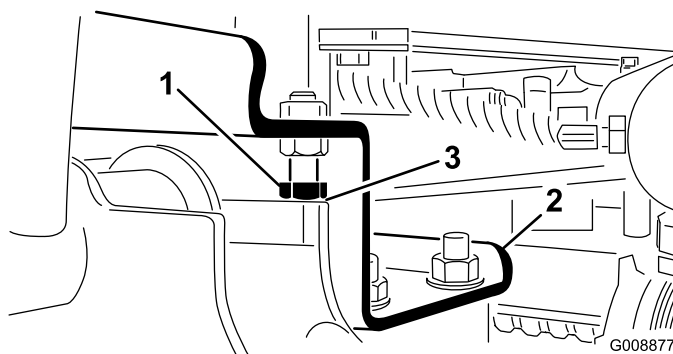

Рисунок 26
- Ослабьте затяжку фиксирующих болтов и отрегулируйте цилиндр, чтобы получить нужный зазор (Рисунок 26).
2. Проверьте, чтобы зазор между каждым подъемным рычагом и фиксирующим болтом составлял от 0,13 до 1,02 мм (Рисунок 26).